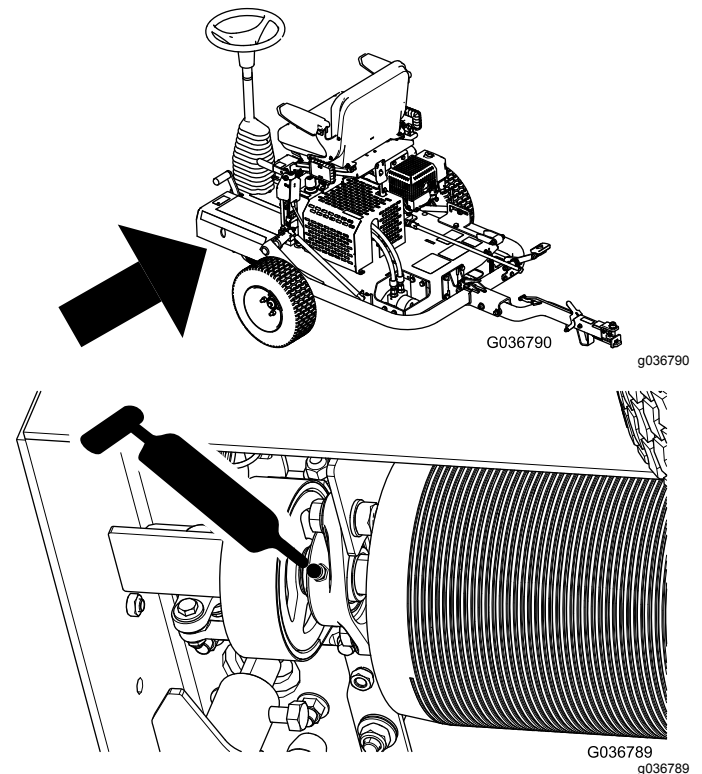

Figura 30
2. Coloque lubrificante no bocal tal como se mostra na Figura 30.